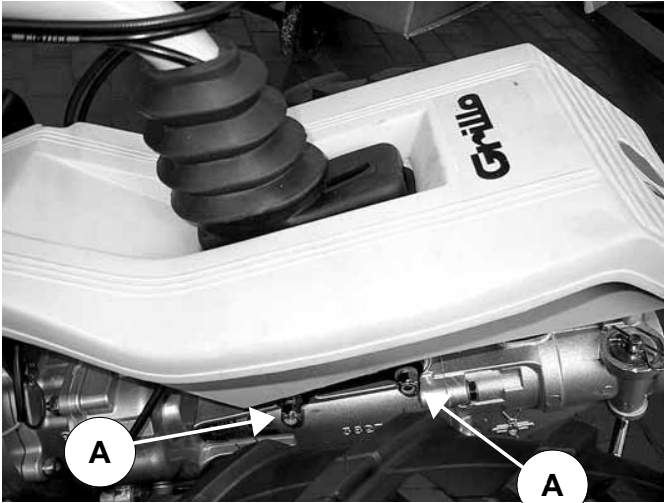
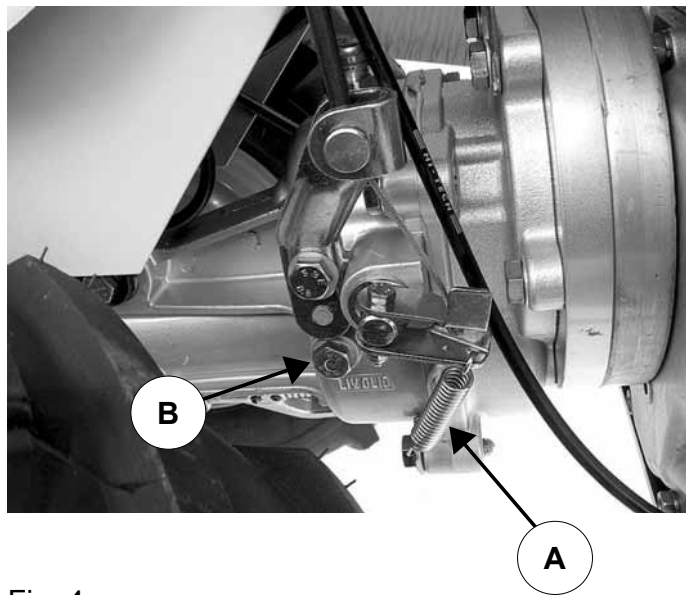

Fig. 1
Fig. 4
- 2) Levantar el carenado de las ruedas (fig. 1)
- 3) Quitar los dos tornillos (fig. 1, pos. A).
- 4) Girar la mancera a 180°, volver a colocar los dos tornillos de fijación y ajustar las tuercas (fig. 1, pos. A). Prestar atención en no doblar los cables de mando.
- 5) Ubicar la palanca de regulación del manubrio prestando atención en los topes (fig. 1, pos. B).
- 8) Montar la fresa en el acoplamiento rápido y trabarla con el perno correspondiente (fig. 1, pos. D).
- que los accesorios se encuentren bien fijados a la máquina (fig. 1, pos. D).
Con el motor en régimen bajo, conectar la herramienta tirando la palanca no. 3 (fig. 2) y acelerar oportunamente. La máquina se pondrá en movimiento tirando de la palanca no. 7 (fig. 2) y después tirando de la palanca no. 1 (fig. 2). Dejando la palanca no. 1 (fig. 2) la máquina se para. Tirando de la palanca no. 2 (fig. 1) y la palanca no. 1 (fig. 2) la máquina se detiene. Dejando la palanca no. 3 (fig. 2) la herramienta se detiene. Tirando la palanca no. 2 (fig. 2) la máquina retrocede (mantener el motor a bajas revoluciones). También debe presionar la palanca no. 1 (fig. 2).
Controlar el nivel de aceite cada 50 horas de trabajo (fig. 4, pos. B). En caso necesario, añadir aceite BLASIA 220 (ISO-L-CKD, DIN 51502 PGLP; API GL5), cantidad 750 g. (fig. 1, pos. C). Cambiar el aceite una vez al año. Para eliminar el aceite viejo utilizar el tapón (fig. 9, no. 1).